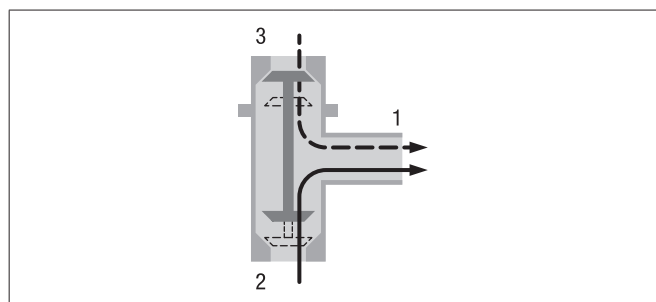

Bild 17
Anslut termostaten med anslutningarna pos. (1), (2) och (3) till kylvattenkretsen, se Bild 17.